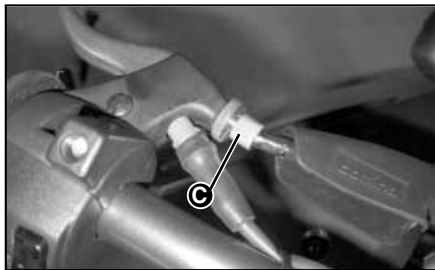

Fig. 2
2. Le levier de commande d'embrayage doit présenter en son extrémité in trajet à vide de 8 mm environ. Intervenez sur la vis de réglage "C" (Fig. 2). Dans le cas ou l'embrayage "ne s'accouplerait pas" ou "qu'il resterait en permanence collé" régler la vis de réglage sous le couvercle droit. Faites réaliser cette opération par un concessionnaire ou un distributeur DERBI.
2. La leva di comando della frizione nel manubrio deve presentare nel suo estremo un percorso a vuoto di almeno 8 mm. Intervenire nella vite di regolazione "C" (Fig. 2). Nel caso in cui la frizione "non entri" o "rimanga incollata", regolare la vite di regolazione all'interno del coperchio destro. Realizzare questa operazione da un Concessionario o Distributore DERBI.
2. Check the free clearance which has to be around 8 mm. Adjust the timing "C". (Fig. 2). In case that the clutch does not "engage" or if it "stays stuck" adjust the timing bolt inside the right side of the cover. This operation must be done by your nearest Dealer or Distributor de DERBI.
2. Der Kupplungshebel des Lenkers muss ganz Außen einen Leerweg von 8 mm aufweisen. Andernfalls passen Sie die Einstellungsschraube "C" (Abb. 2) an. Falls die Kupplung nicht einkuppelt oder stecken bleibt, passen Sie die Einstellungsschraube im Inneren der rechten Klappe an. Lassen Sie dies von einem Vertragshändler oder DERBI Verteiler tun.